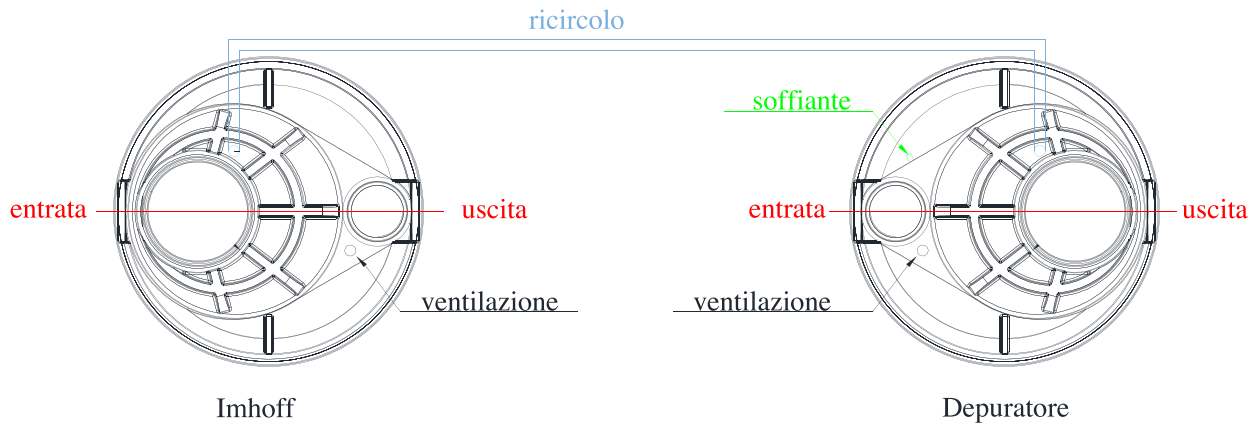

Fig.2 – Posizionamento collegamenti biogas-ventilazione, soffiante e ricircolo
### 5.2. Collegamento uscite biogas (ventilazione) (Fig.2)
- il collegamento deve essere effettuato utilizzando fascette di acciaio inox e tubo tipo rinforzato in gomma da  $\frac{3}{4}$ " (19mm) o superiore, proteggendolo da schiacciamento e strozzature. Il collegamento al depuratore avverrà in corrispondenza del raccordo identificato dalla targhetta o scritta "soffiante" (Fig.2).